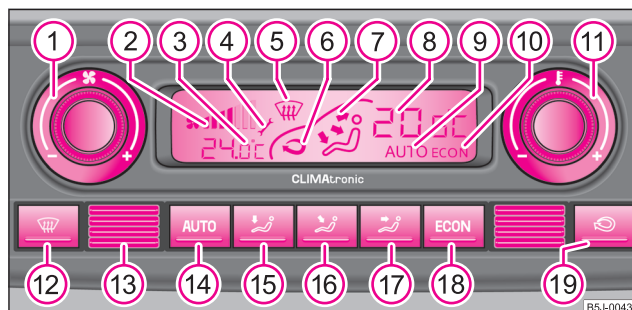

Fig. 97 Climatronic: Elementele de comandă
- Apăsati tasta **AUTO** ⇒ fig. 97.
Apăsati și mențineți apăsată tasta **ECON** și **AUTO** ⇒ fig. 97. Pe display se afișează datele în unitatea dorită de măsură a temperaturii.
- Apăsăți tasta  ⇒ pagina 84, fig. 97.
– Rotiți regulatorul  ⇒ pagina 84, fig. 97 spre stânga (reducerea turației) sau spre dreapta (mărirea turației).